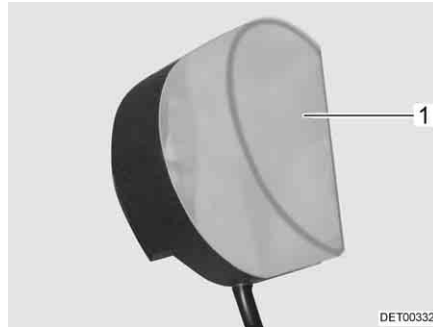

Bild 231 Klädskåpslampa
- Tryck ihop lampkåpan (Bild 231,1) lätt och tag av den.